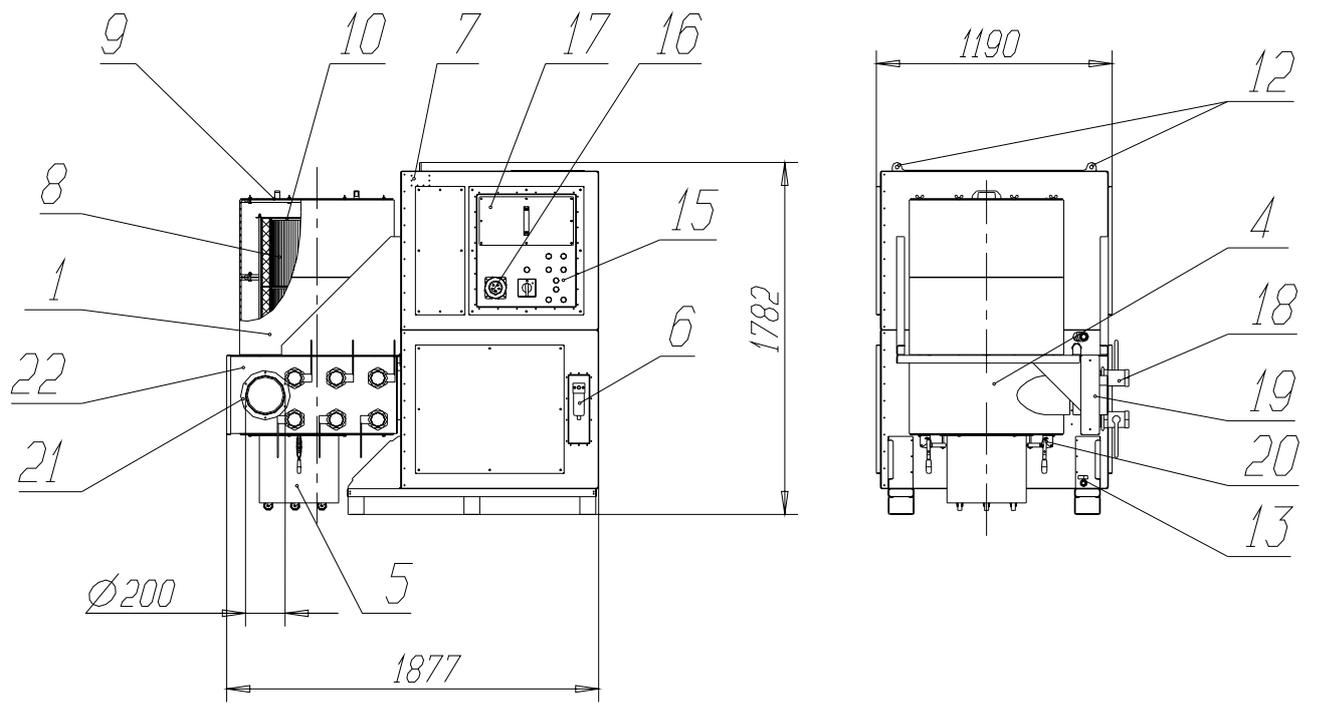

Рис. 1
3.1. ФВА (рис.1) выполнен в виде единой конструкции, которую условно можно разделить на две части: вентиляторную (7) и фильтровальную (9).
- 4.4. На резьбовые вварыши коллектора (22) навинтить контргайки 2 1/2", шаровые краны (18). Положение кранов зафиксировать контргайками (см. рис. 1).
- перекрыть подачу сжатого воздуха от магистрали к масловлагоотделителю (6) (см. рис.1), стравить остаточный сжатый воздух из ресивера через дренажный кран (13), отсоединить шланги подачи сжатого воздуха.